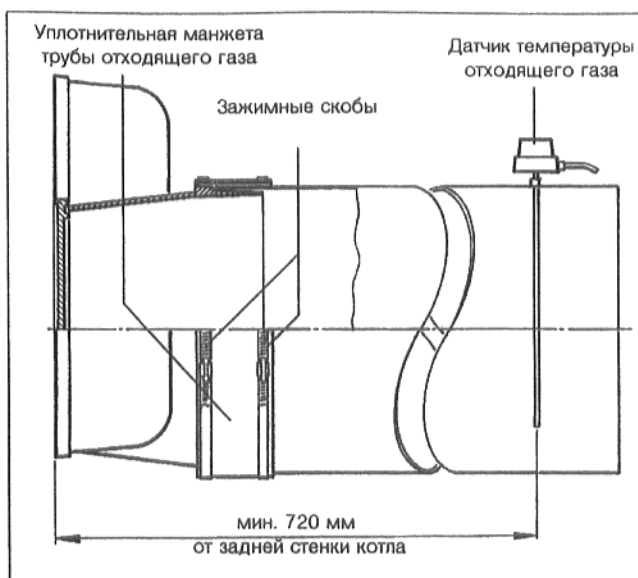

Рис. 25
Мы рекомендуем использовать уплотнительную манжету трубы отходящего газа (Рис. 25). Уплотнительную манжету трубы отходящего газа необходимо заказывать отдельно.
- Надеть внахлест уплотнительную манжету трубы отходящего газа на трубу отходящего газа и патрубок коллектора отходящего газа (Рис. 25).
- На расстоянии от коллектора отходящего газа, равном двойному диаметру трубы отходящего газа, вварить муфту в трубу отходящего газа (Рис. 25).